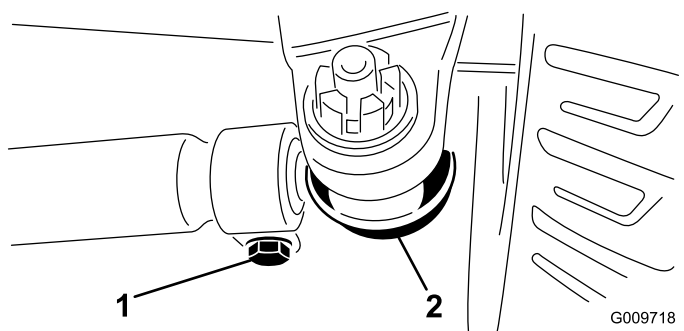

Figura 109
3. Per regolare, togliete la coppiglia e il dado da uno dei giunti a sfera del tirante (Figura 109). Togliete il giunto a sfera del tirante dal supporto della scatola del ponte.
4. Allentate i fermi su entrambe le estremità dei tiranti (Figura 109).